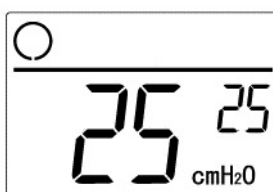

図3 液晶画面(25cmH2O設定使用時)
- (1) 圧力設定値は、接続する気管内チューブ又は気管切開チューブに合わせて適切に設定する。圧力が低いと誤嚥の可能性があり、圧力が高いと気管損傷の可能性はある。
- (2) インフレーションチューブが閉塞しないように取り回しに注意すること。
- (3) 使用中に液晶画面の異常や不点灯が生じた場合は、本製品の使用を中止すること(正常時の液晶画面は図 3 参照)。
- \* (4) 本製品から離れる場合やインフレーションチューブを抜く場合には、現在圧力が適切な値になっていることを確認すること。